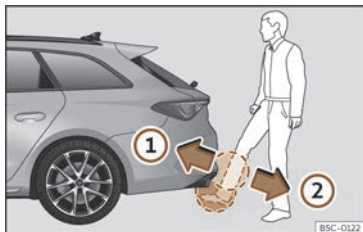

Fig. 90 Portón do maleteiro con apertura controlada por sensor (Easy Open).
- Cun movemento rápido, acerque un pé e a parte inferior da perna o máis próximo posible ao parachoques. A parte inferior da perna ten que achegarse á área do sensor superior, e o pé, á área do sensor inferior >>> **fig. 90 ①**.
- Retire rapidamente o pé e a parte inferior da perna das áreas dos sensores >>> **fig. 90 ②**. O portón traseiro ábrese automaticamente.